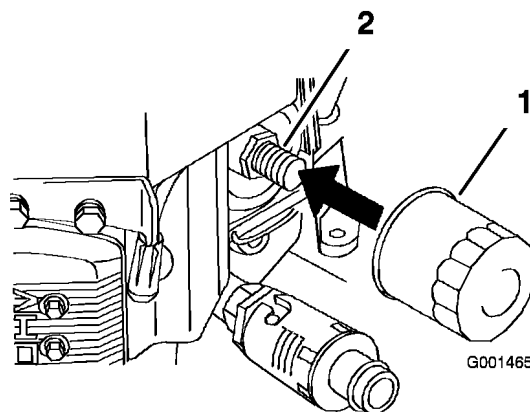

Figure 32
2. Retirez le filtre usagé (Figure 32).
3. Appliquez un mince film d'huile neuve sur le joint en caoutchouc du filtre de rechange (Figure 32).
4. Posez le filtre à huile de rechange sur l'adaptateur, tournez le filtre dans le sens horaire jusqu'à ce que le joint en caoutchouc rencontre l'adaptateur, puis serrez le filtre de 3/4 de tour supplémentaire (Figure 32).